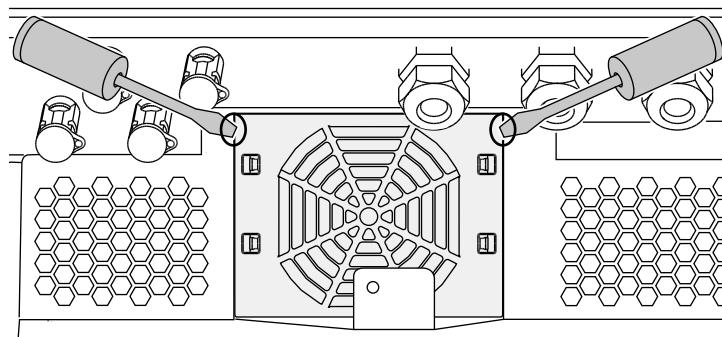

Fig. 68: Løsn ventilatorgitteret
2. Afmonter ventilatoren. Isæt en skruetrækker ved ventilatorgitterets kant, og tryk en smule på ventilatorgitteret.  **Fig. 68**